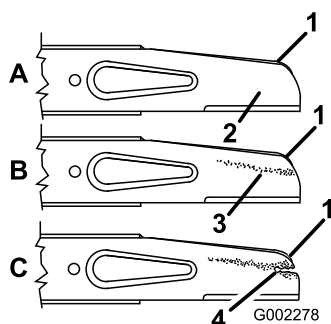

Figure 35
2. Enlevez les écrous, l'accélérateur et la lame (Figure 35).